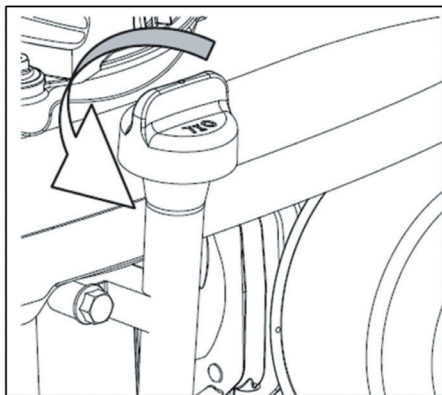

Рис. 16
- Выкрутите крышку масляного картера (рис. 16).